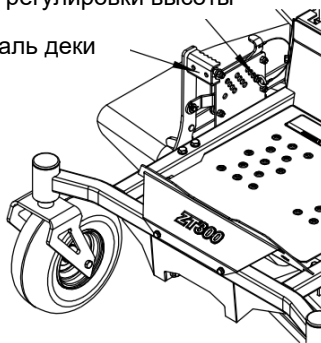

Рис. 16
(См. рис. 16)
7.1.3 Поднимите и зафиксируйте деку в транспортировочном положении 10,8 см (Рисунок 16).